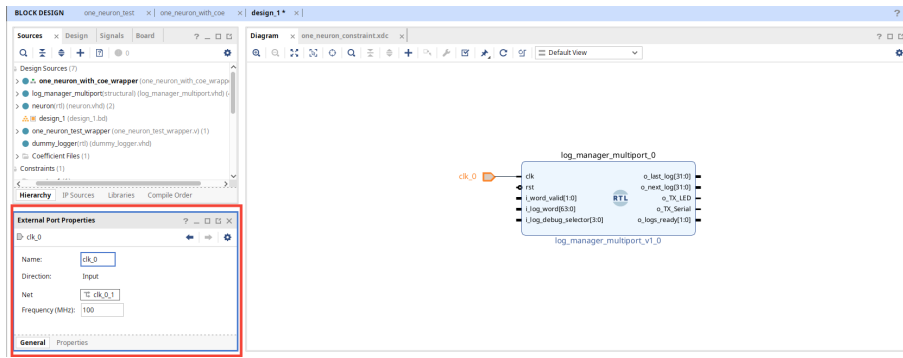

FIGURE 4 – Configurer un port externe
- Faire un clic droit sur le port d'un de vos blocs et sélectionner **Make External** pour exposer ce port comme une interface externe du block design. L'interface prendra le même nom que le port sélectionné (et y ajoutera un suffixe si nécessaire pour éviter les conflits de noms). Il est possible de renommer l'interface en cliquant dessus et en allant dans ses propriétés (en bas à gauche fig 4).